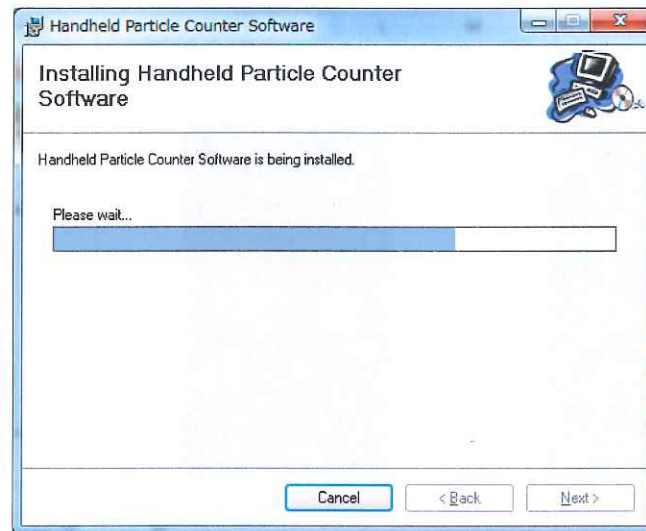

図 2-4
4) 次へ (Next) をクリックすると、図 2-4 の画面が表示されます：